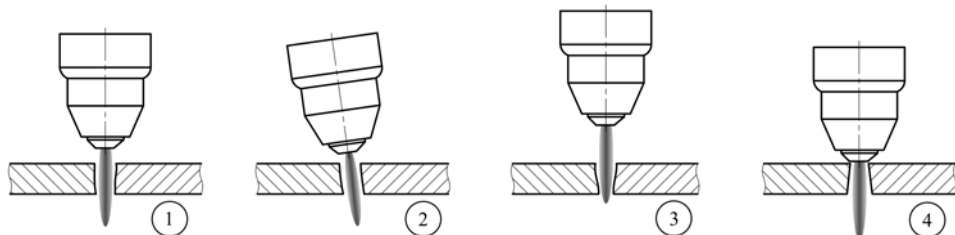

Рис. 9.4. Влияние угла наклона на качество реза.
- Угол наклона плазмотрона относительно разрезаемого металла (См. рис. 9.4).